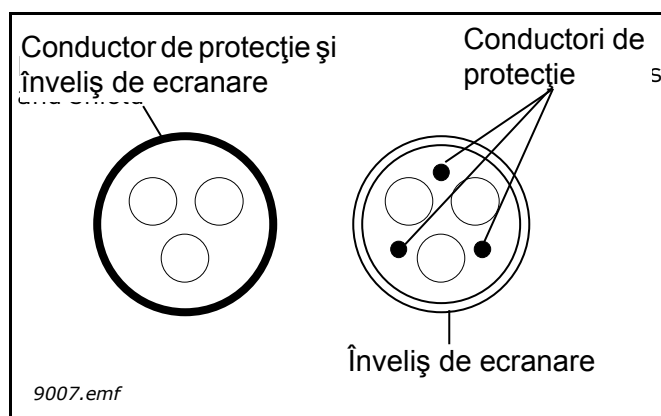

Figura 21.
- 2 = Cablu de alimentare simetrică prevăzut cu conductor de protecție concentric, destinat tensiunii specifice a rețelei. (Se recomandă un cablu MCMK sau tipuri similare). A se vedea Figura 21.
- 3 = Cablu de alimentare simetrică prevăzut cu înveliș de ecranare compact de joasă impedanță și destinat tensiunii specifice a rețelei. [Se recomandă un cablu MCCMK, EMCMK sau tipuri similare; impedanță de transfer recomandată pentru cablu (1...30 MHz) max. 100 mohm/m]. A se vedea Figura 21.